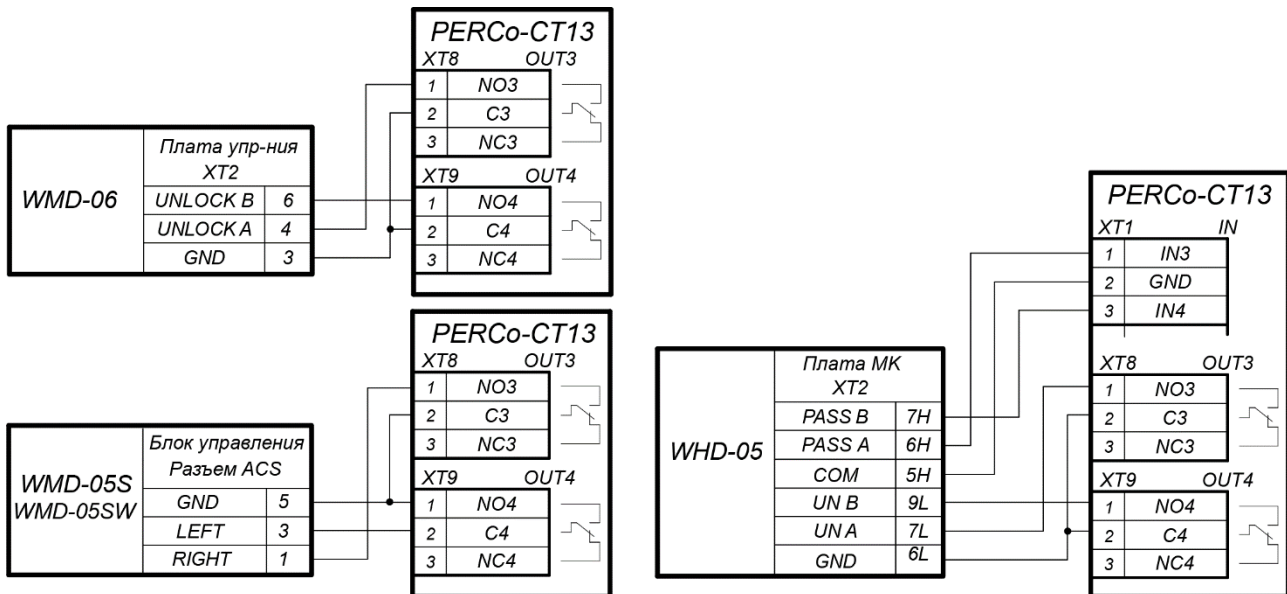

Рисунок 18. Схемы подключений калиток
2. Дополнительный турникет или калитка (ИУ №2) подключается к клеммным колодкам **XT1**, **XT8**, **XT9** нижней платы контроллера в соответствии со схемой для данного типа изделия (см. рис. 18, 17).